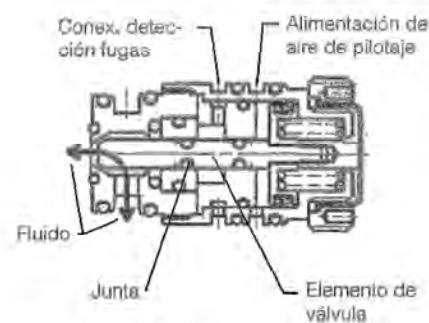

Figura 12
- La válvula tiene un área de detección de fugas que separa la zona del fluido de la zona de presión, Véase la Figura 12.